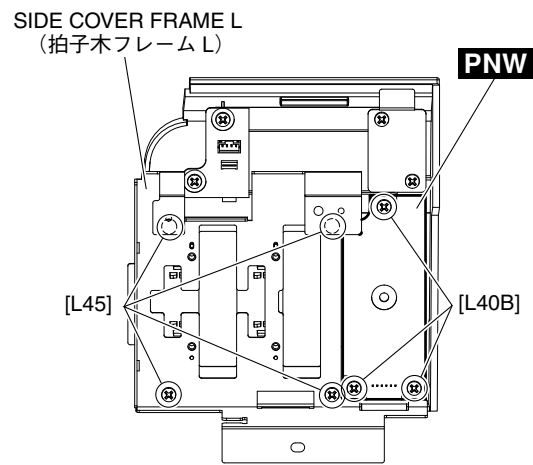

Fig. 13 (図 13)
17-5. Remove the three (3) screws marked [L40B]. The PNW circuit board can then be removed. (Fig. 13)
17-6. Remove the four (4) screws marked [L45]. The side cover frame L can then be removed. (Fig. 13)
17-5. [L40B] のネジ 3 本を外して、PNW シートを外します。(図 13)
17-6. [L45] のネジ 4 本を外して、拍子木フレーム L を外します。(図 13)